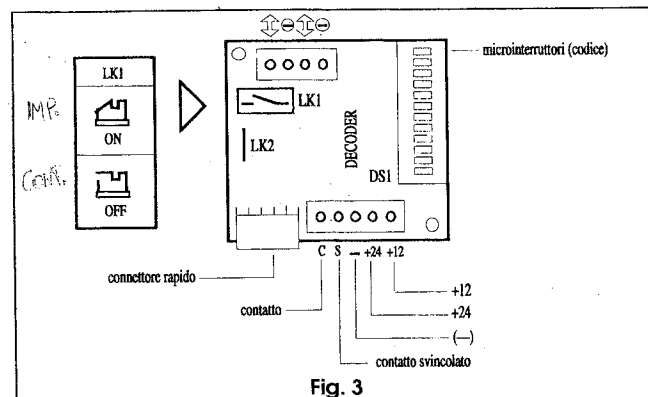

Fig. 3
- posizionare il dip-link LK1 della Decoder su OFF (Fig. 3)
- 1) Se la spia non lampeggia verificare che il dip-link LK1 della Decoder (Fig. 3) sia posizionato su ON.
La Decoder (Fig. 3) è una scheda di decodifica.
Nel caso non sia possibile utilizzarlo la Decoder dispone di una morsettieria di collegamento tradizionale (Fig. 3).
Tagliando il ponticello LK2 (Fig. 3) si dispone di un contatto pulito (NA) sui morsetti C ed S (portata max 0,3 A a 100 Vdc).